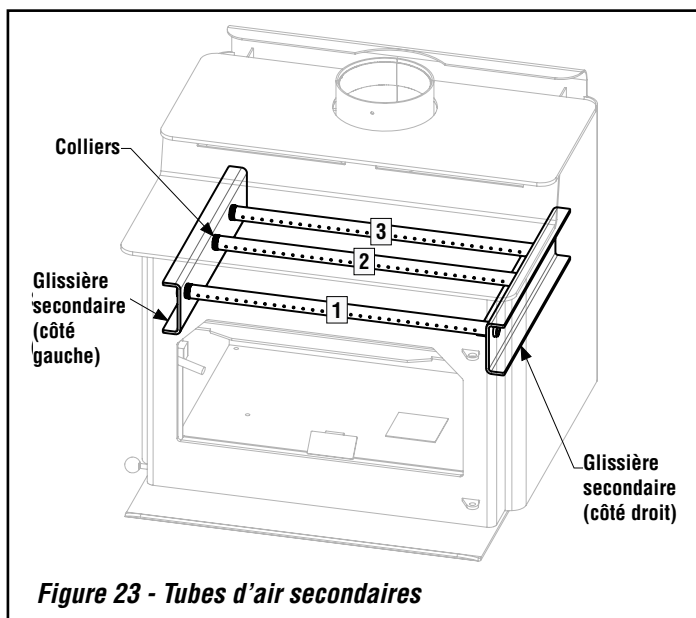

Figure 23 - Tubes d'air secondaires
Étape 2. À l'aide d'un petit tournevis à lame plate, desserrer les colliers qui maintiennent les tubes secondaires en place. Une fois que les colliers sont desserrés, il peut être déplacé sur le tube secondaire d'environ 1-1/2 po vers le centre (voir **figure 23**).
Étape 4. Soulever le côté libre de l'ensemble des tubes secondaires au-dessus des glissières secondaires, puis faire glisser l'ensemble des tubes secondaires hors de la glissière secondaire. L'ensemble peut alors être retiré avec précaution de l'intérieur de la boîte à feu (voir **figures 23 et 24**).